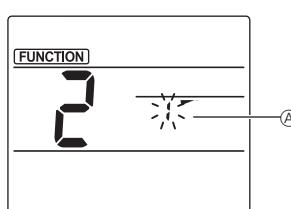

Fig. 2
- ② Välja nummer för fläktblad (Fig. 2)